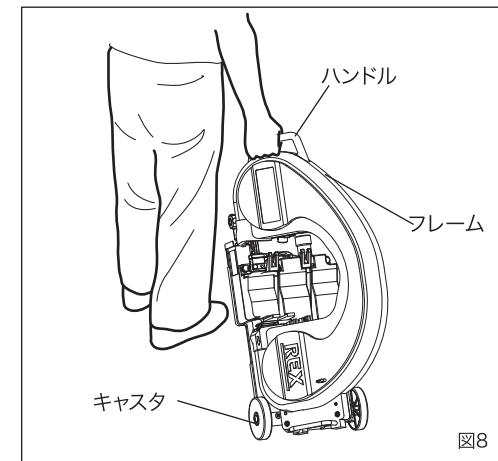
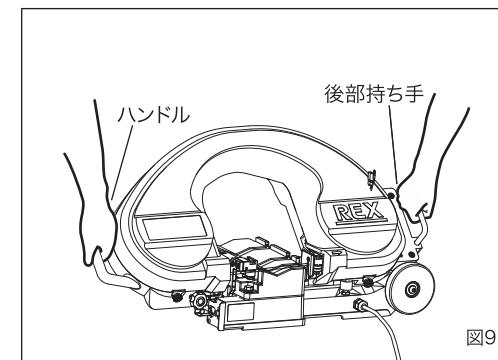

図8
図9
1. 運搬、設置(図8～図9)
- ①梱包時の製品はフレームがロックされた状態になっていますので、ハンドルを持ち上げるとキャスターが接地し、転がして運搬できます。(図8)
- ②持ち上げて運ぶ場合はハンドルと後部持ち手を持ち、必ず2人以上で運んでください。(図9)